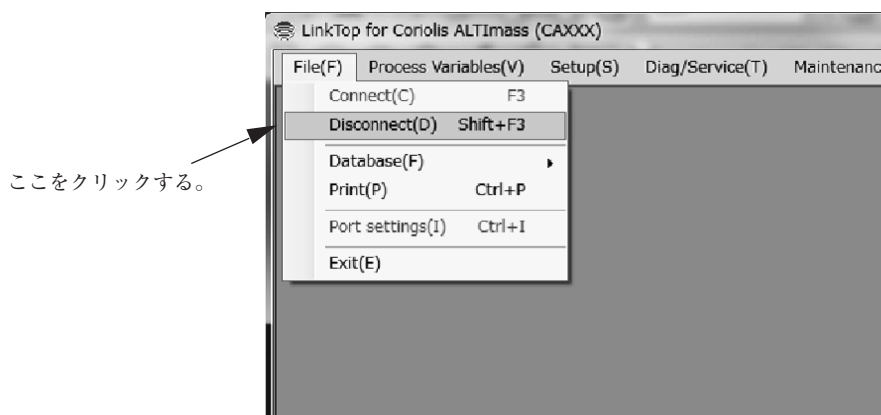

図12
- ① 図12のように、画面上部メニューの、「File(F)」をクリックし、「切断(U)Shift+F3」を選び、再度クリックします。